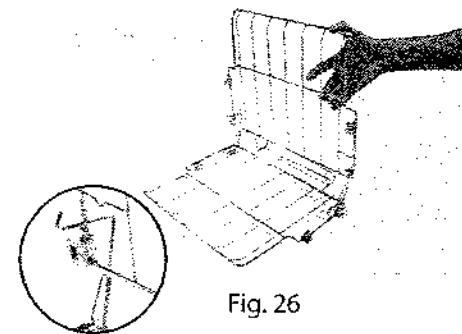

Fig. 26
- 3 | Encaixe a 2ª prateleira na parte superior das presilhas (Fig. 26).